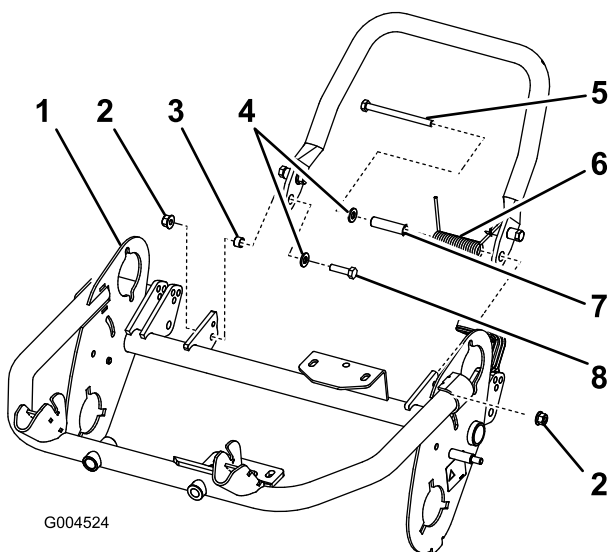

Figure 10
- Placez une rondelle (M8) sur le petit boulon (M8-1,25 x 030). Fixez le côté droit de la béquille au châssis avec le boulon et la rondelle, la petite entretoise et le contre-écrou (M8-1,25) (Figure 10). Assurez-vous que le boulon est fixé du côté intérieur du châssis comme illustré (Figure 10).
**Important:** Lorsque vous montez le ressort, placez une de ses extrémités sous le châssis arrière (Figure 10).
- Fixez le côté gauche de la béquille au châssis avec le boulon et la rondelle, la grande entretoise et le ressort, et le contre-écrou (M8-1,25) (Figure 10). Assurez-vous que le boulon est fixé du côté intérieur du châssis comme illustré (Figure 10).